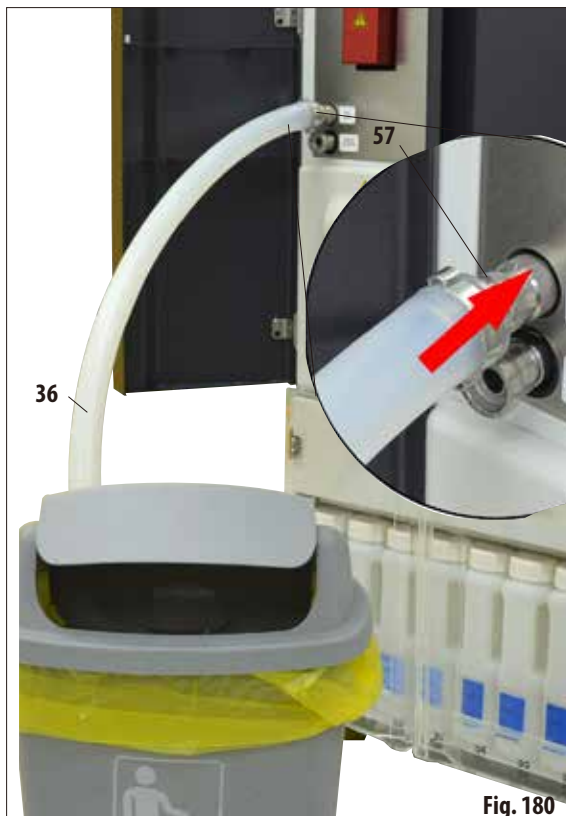

Fig. 180
- Conectați furtunul de scurgere a parafinei (36) la gura (57) de scurgere a parafinei din partea frontală a aparatului și ghidați-l într-un rezervor de colectare (Fig. 180).